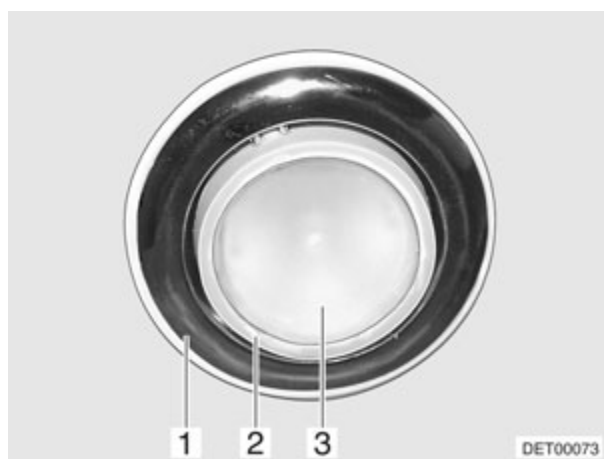

Fig. 195 Lámpara halógena (variante 1)
- Sacar la lámpara (Fig. 195,1) haciendo palanca con una herramienta apropiada (p. ej. destornillador) y retirarla.
- Quitar el foco (Fig. 195,2) de la lámpara.
- Retirar la tapa (Fig. 195,3).